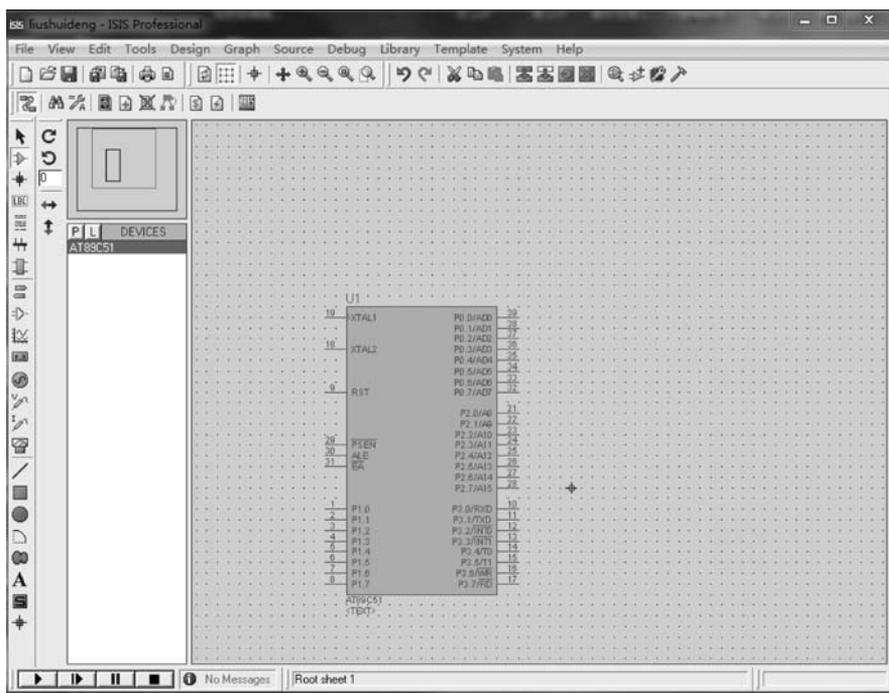

图 5-20 放置好的单片机电路符号
(2) 放置单片机 AT89C51。在对象选择器中单击 AT89C51,然后将光标移入图形编码窗口,在任意位置单击即可出现一个随光标浮动的元器件原理图符号。移动光标到适当的位置,单击即可完成该元器件的放置,如图 5-20 所示。